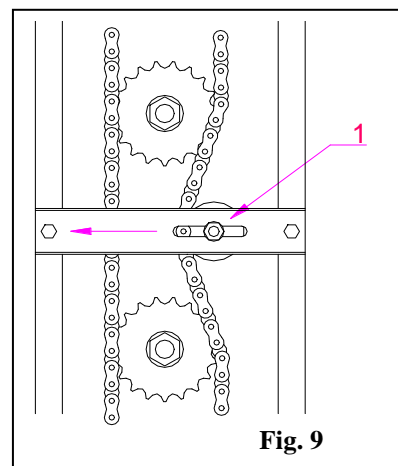

Fig. 9
b) avvitare leggermente la vite (1) Fig 9 e spostare il tenditore a fianco, ricollegare il tenditore premendo la vite (1) quando la catena è in tensione.